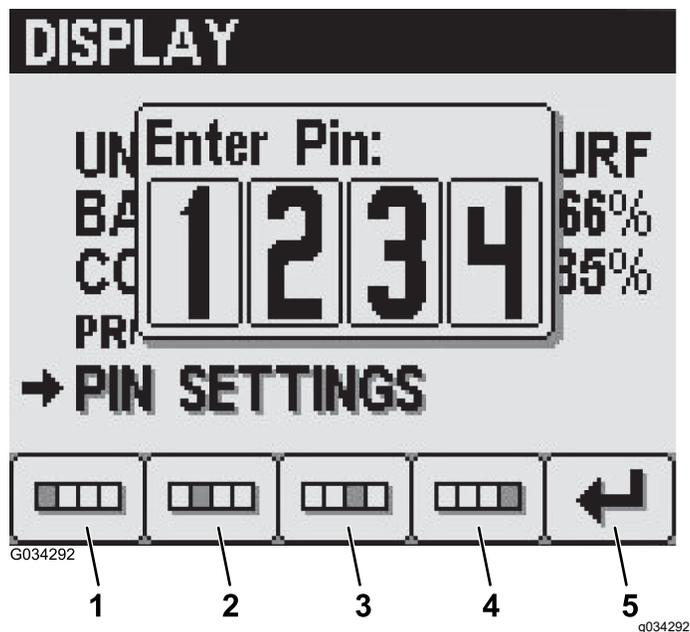

图 24
3. 按 1 至 4 号按钮可输入您的 PIN 码。PIN 输入完成后按 5 号按钮图 24。
3. 按 1 至 4 号按钮输入您的 PIN 码。PIN 输入完成后按 5 号按钮图 24。
- 在输入旧 PIN 屏幕按 1 至 4 号按钮可输入您的旧 PIN 码完成 PIN 输入后按 5 号按钮图 24。